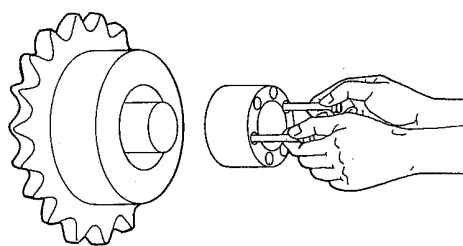

図3 挿入方法例
4. 仮組完了後、図3の様にテーパリングA上の抜きタップ穴のボルトを持ってボス、軸に挿入してください。ハンマー等では絶対に叩かないでください。このとき、